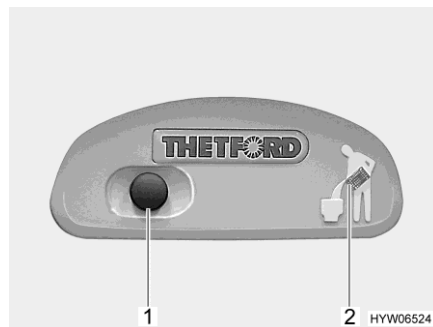
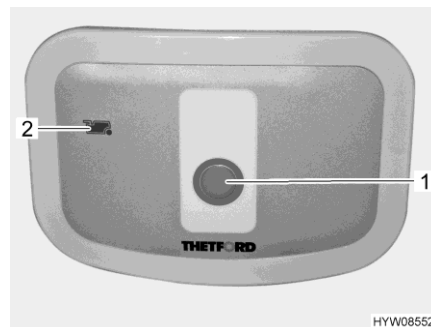

Fig. 283 Bouton pour la chasse d'eau/voyant de contrôle des toilettes Thetford
Fig. 284 Bouton pour la chasse d'eau/voyant de contrôle des toilettes Thetford (alternative)
- Pour actionner la chasse d'eau, appuyer sur le bouton bleu (Fig. 283,1 ou Fig. 284,1).
Le voyant de contrôle (Fig. 283,2 ou Fig. 284,2) s'allume lorsque le réservoir pour matières fécales doit être vidé.